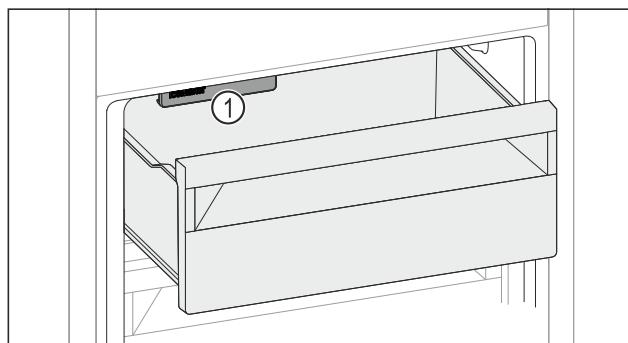

Fig. 140
- Uzmite u obzir IceMaker Fig. 140 (1).